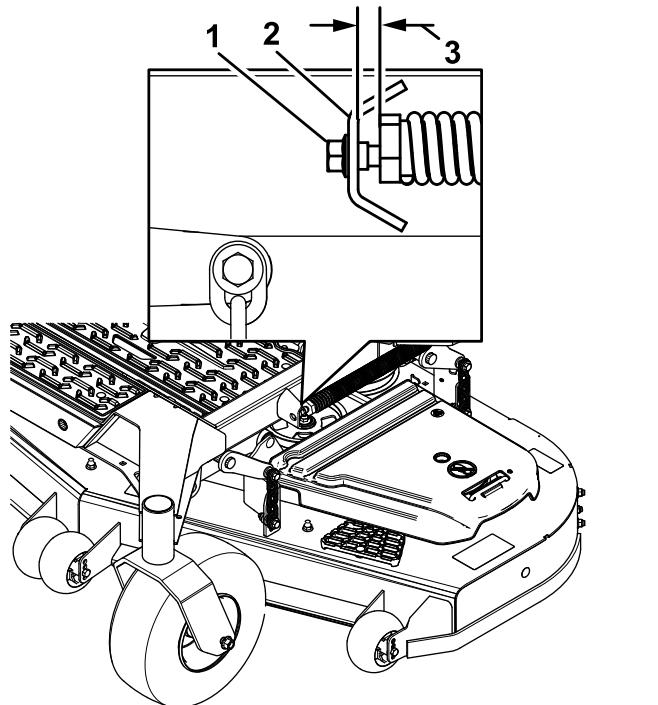

Figura 86
10. Allentate lentamente la vite di regolazione sulla molla di sollevamento assistito finché non è possibile rimuovere la vite (Figura 86).